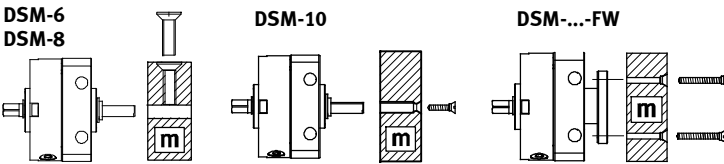

Fig. 5
- Schieben Sie die Nutzlast auf die Abtriebswelle (Zapfenwelle/Flanschwelle) (Fig. 5)